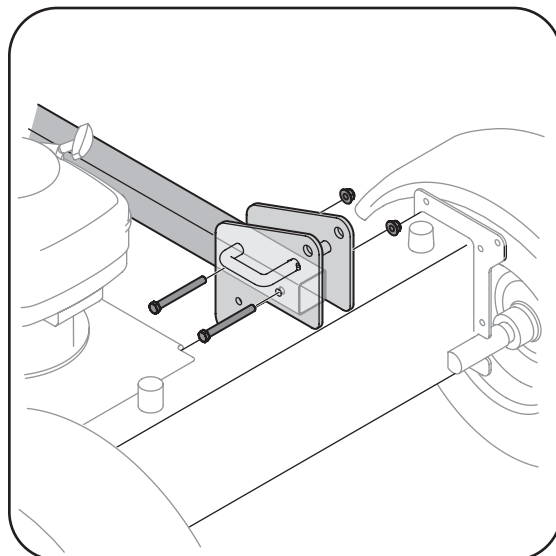

Figura 3-2
1. Con la máquina rompetroncos fija en posición vertical, retire los dos pernos hexagonales y las tuercas hexagonales del soporte del tanque. Vea la Figura 3-2.
2. Alinee los orificios de la lengüeta con los orificios del soporte del tanque y fíjela con los elementos de ferretería que se acaban de retirar. Vea la Figura 3-2.